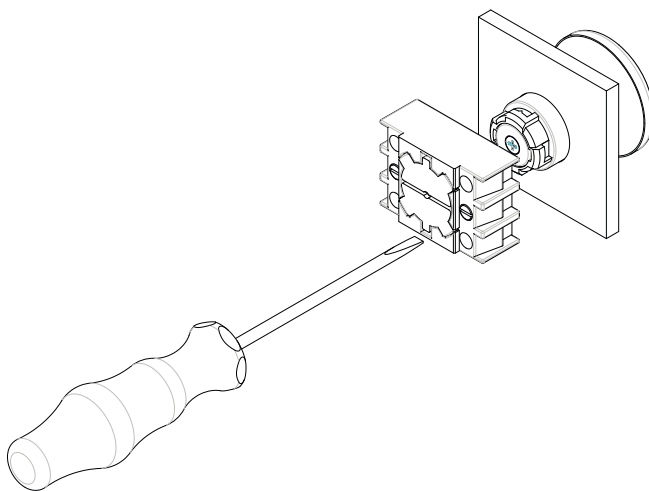

図 13
2. 取り付けフランジの取り外しは、取り付けフランジのネジを緩めて行います。取り付けフランジを約45° 反時計回りに回し、取り外します(図13参照)。